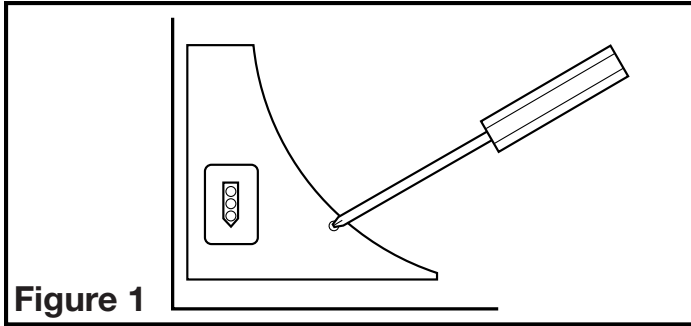

Figure 1
- Enlever le couvercle du compartiment à câble et le ranger dans l'emballage jusqu'à ce que vous en ayez besoin afin qu'il ne soit pas perdu ou endommagé (Figure 1).